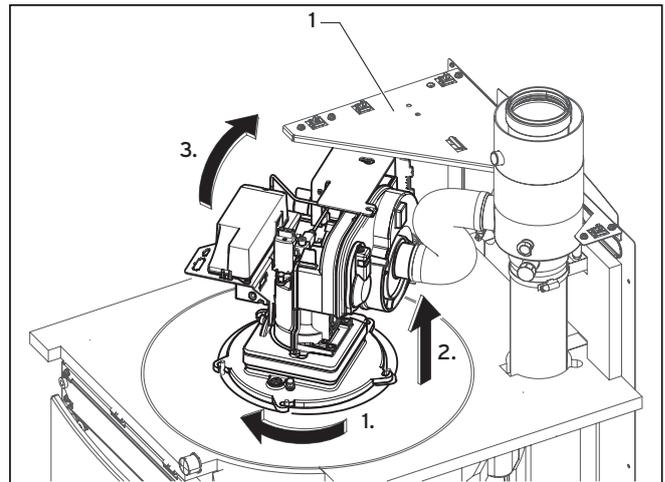

Abb. 7.4 Brenner lösen und herausziehen
- Lösen Sie den Zuluftschlauch am Gebläse und die Serviceschraube (1) am Brennerflansch.
- Lösen Sie den Brenner durch leichte Drehung im Uhrzeigersinn. Drehen Sie den Brenner um 180° nach hinten (siehe Abb. 7.4) und setzen Sie ihn mit der Öffnung des Halblechs auf die Serviceschraube.